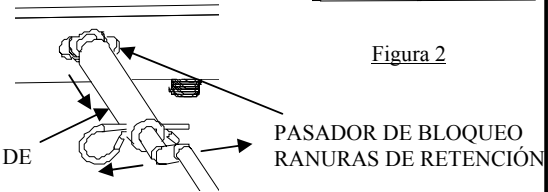

Figura 3
- 2B. Después de volver a instalar la ensambladura del pasador de bloqueo, revise el movimiento correcto y el engranaje de la ranura de retención con la bola en su lugar (Ver Figura 3)
3. Instale debajo de los soportes de la base con cuatro (4) pernos verticales de 5/8" en los largueros.